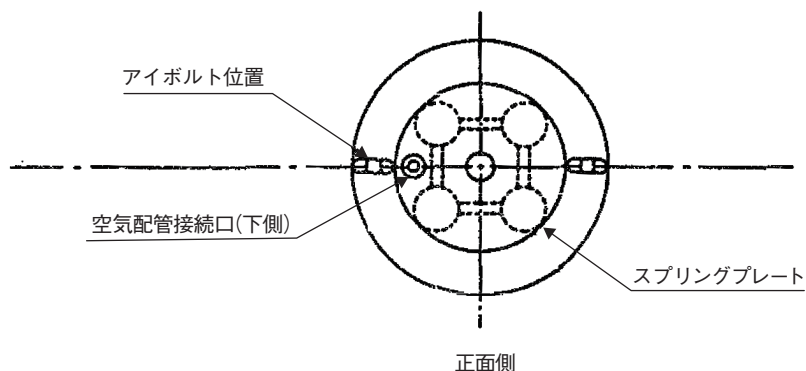

図 6-1 正作動形
- (1) ヨークに軸受(ダストシール付)を装着し、ダイヤフラムケース(下)を M10 ボルト 4 本で固定します。
- (2) スプリングプレート(図 6-1)を固定しスプリングをスプリングプレートの中に装着します。
- (3) (ダイヤフラムを装着してある)ロッドを軸受に挿入します。このときロッドのねじで軸受内面、ダストシールに傷をつけないように注意深く行ってください。
- (4) 上側のダイヤフラムケースをかぶせ、アイボルトで締め付けます。
- 空気配管接続口は図 6-1 によってください。
- (5) アイボルト以外のボルトでダイヤフラムケースを締め付けます。
- (6) ステムコネクタを取り付けます。
- (7) 空気配管をダイヤフラムケース上の接続口に装着してください。
- (8) 組付完了後、次の点検を行ってください。